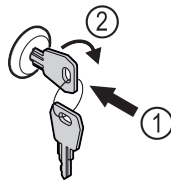

Fig. 44
- ▶ Dugja be a kulcsot Fig. 44 (1).
- ▶ Forgassa el a kulcsot 90°-kal az óramutató járásával megegyező irányba Fig. 44 (2).